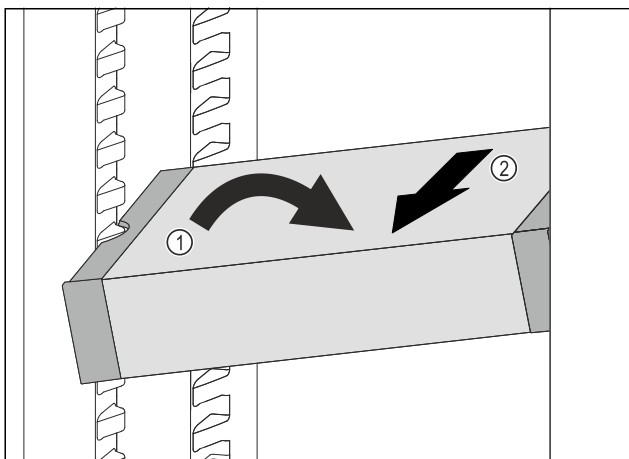

Fig. 88
▶ Встановити VarioSafe під кутом в охолоджувальному відділенні. Fig. 88 (1)
▶ Витягнути VarioSafe вперед. Fig. 88 (2)